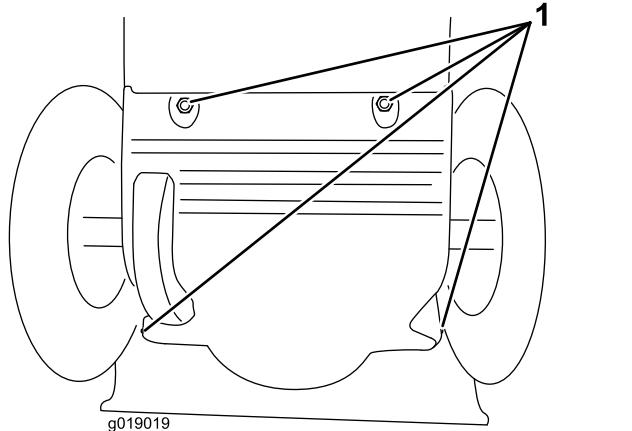

Bild 34
3. Entfernen Sie die hintere Abdeckung (Bild 34).